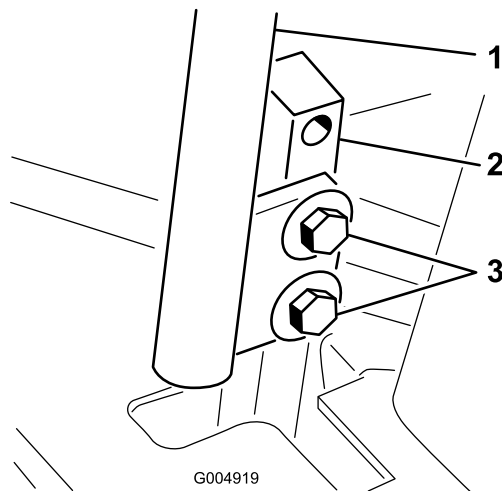

Bild 58
3. Lösen Sie die Schrauben, mit denen die Fahrtriebshebel befestigt sind (Bild 58).